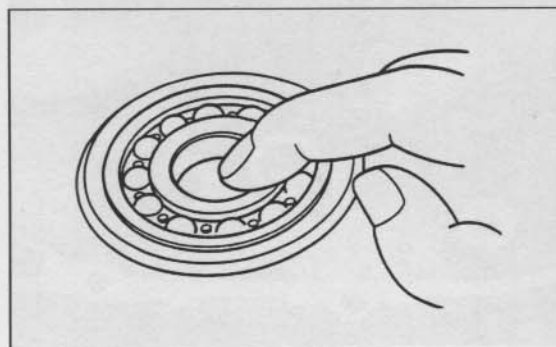

Bild 175
- Kugellager der Welle dürfen bei Fingerprobe (Bild 175) keine Geräusche von sich geben und müssen widerstandsfrei drehbar sein. Bei Abweichung der Spezifikationen entsprechende Teile ersetzen.